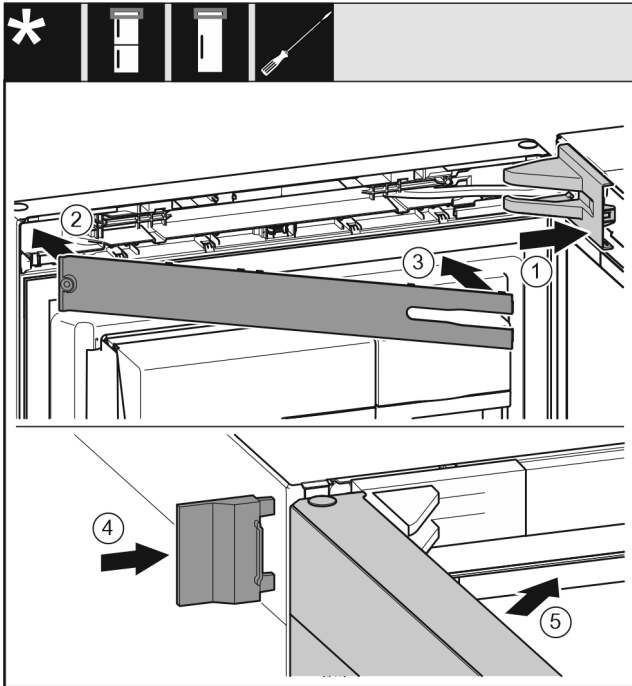

Fig. 32
- ▶ Nasadte a zaklapněte kryt stojanu ložiska Fig. 32 (1), příp. opatrně přitlačte od sebe.
- ▶ Nasadte záslepku Fig. 32 (2).
- ▶ Záslepku Fig. 32 (3) sklopte a zaklapněte.
- ▶ Vnější kryt Fig. 32 (4) nasuňte.
- ▶ Zavřete horní dveře Fig. 32 (5).